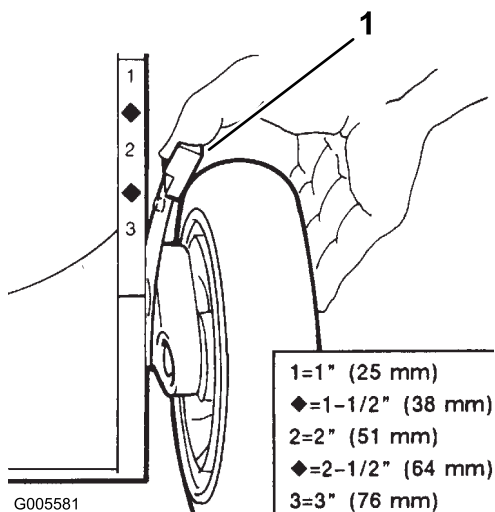

Figure 14
3. Rapprochez le levier de hauteur de coupe de la roue (Figure 14) et amenez-le à la position voulue.